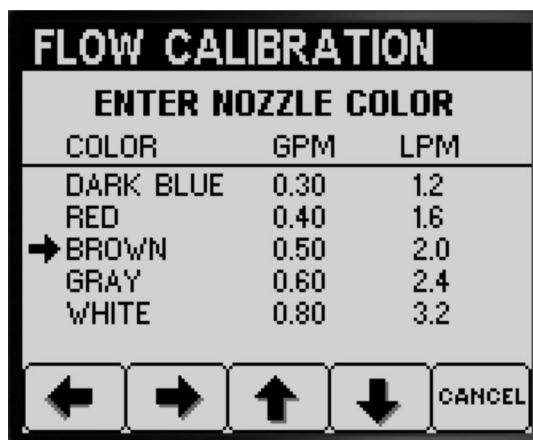

Figure 44
- Pour les machines dont les couleurs de buse correspondent aux débits décrits à la Figure 44, sélectionnez la couleur des buses installées à la position de pulvérisation active.
- Pour les machines dont les couleurs de buse **ne correspondent pas** aux débits décrits à la Figure 44, sélectionnez le débit (l/min) des buses installées à la position de pulvérisation active.
3. Appuyez sur le bouton 2 pour passer à l'étape suivante (Figure 44).